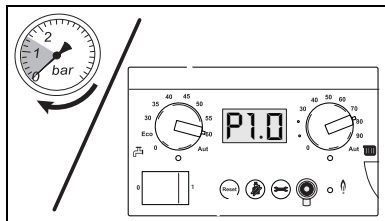

Fig. 16 Aflæsning af trykvisning
- Aflæs trykket på manometret på tilslutningsgruppen eller på betjeningsfeltet til BC10 (fig. 16).
- Aflæs anlægstrykket igen på det analoge manometer eller på displayet til BC10 (fig. 16). Hvis trykket ligger under 1,0 bar, skal den ovenfor beskrevne påfyldnings- og udluftningsmetode gentages, indtil det ønskede tryk er nået, og varmeanlægget er luftfrit.